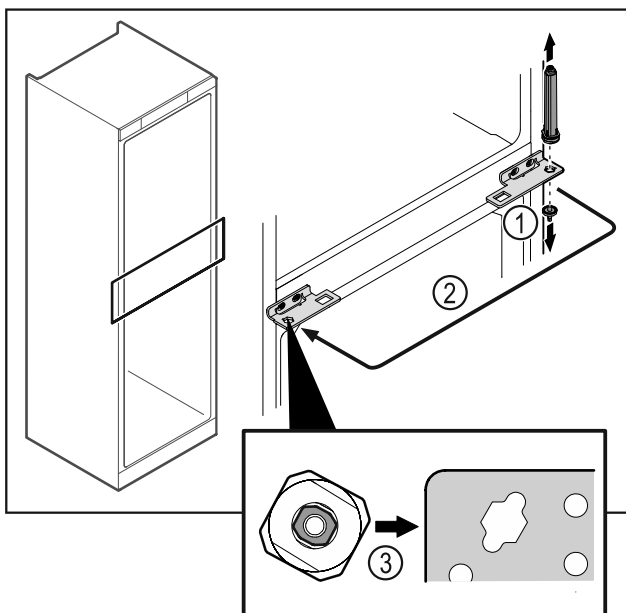

Fig. 39
- Dévisser l'axe de la charnière Fig. 39 (1).
- Changer le système de fermeture de la porte Fig. 39 (2) de côté.
- Lors de la mise en place, veiller à l'orientation correcte du système de fermeture de la porte Fig. 39 (3).